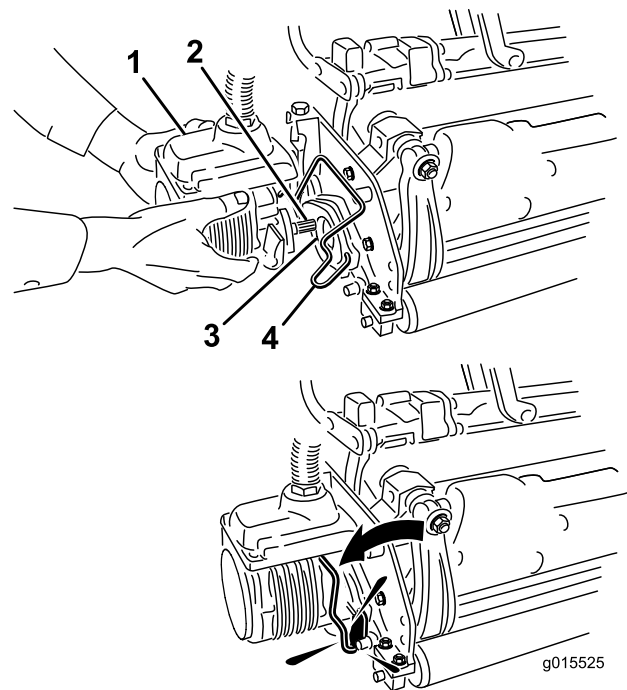

Figura 14
11. Spalmate del grasso pulito sull'albero scanalato del motore dell'apparato di taglio (Figura 14).
12. Inserite il motore nel lato sinistro dell'apparato di taglio (come mostrato dalla posizione dell'operatore) e tirate la barra di fissaggio del motore sull'apparato di taglio verso il motore stesso fino a udire chiaramente uno scatto da ambo i lati del motore (Figura 14).